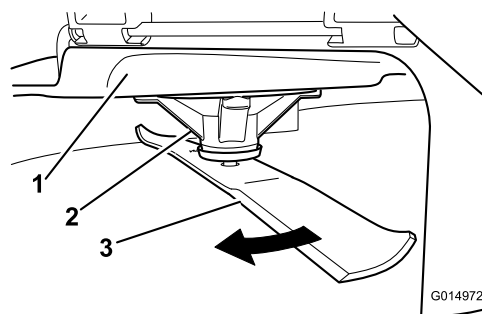

Figura 65
2. Indossando guanti dalla spessa imbottitura o altre protezioni idonee per le mani, ruotate lentamente la lama in una posizione che consenta di misurare la distanza tra il bordo di taglio e la superficie piana su cui si trova la macchina (Figura 65).